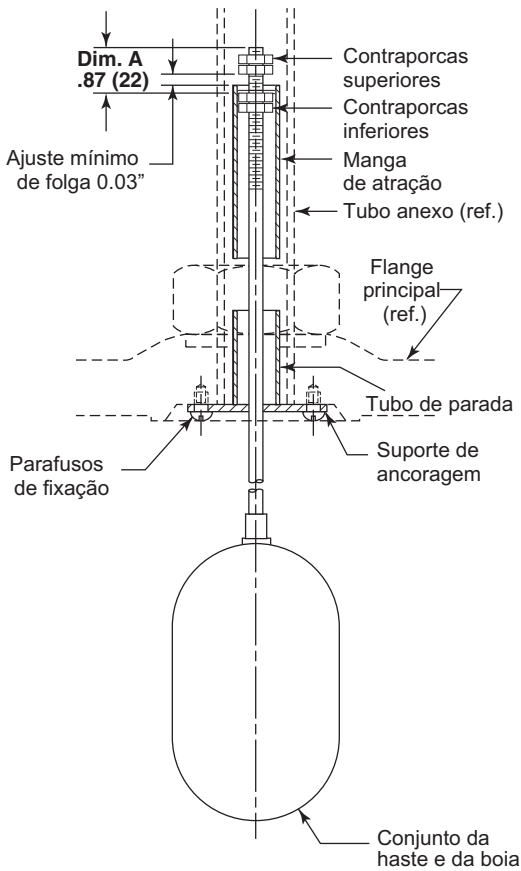

Figura 9
NOTA: Nova boia e novos kits de haste são fornecidos desmontados. Consulte a **Figura 9** sobre ajustes padrão de contraporca (Dimensão A).
- c. Ajuste a manga de atração de acordo com a Dimensão A conforme mostrado na **Figura 9**.